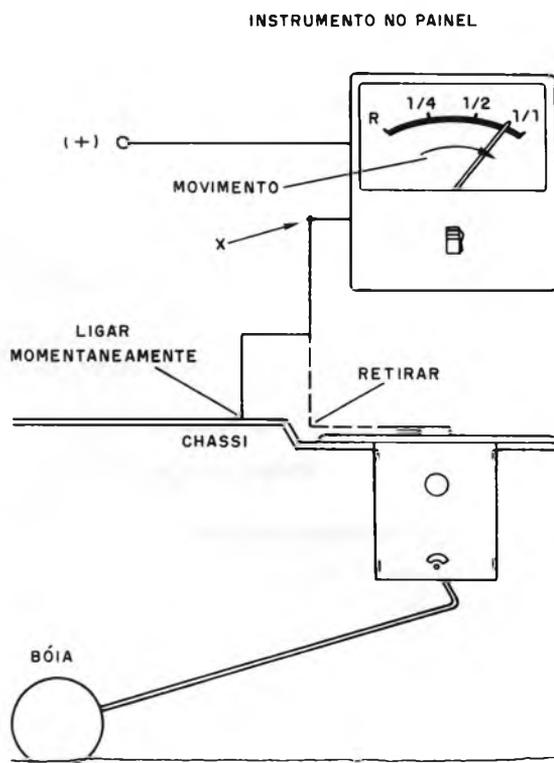

Figura 6
b) Prova do instrumento: para este, basta ligar momentaneamente o fio retirado da bóia ao chassi. A indicação deve ser de "tanque cheio". Se nada acontecer, a agulha não se mover, verifique se no ponto X do circuito da figura 6 existe tensão.